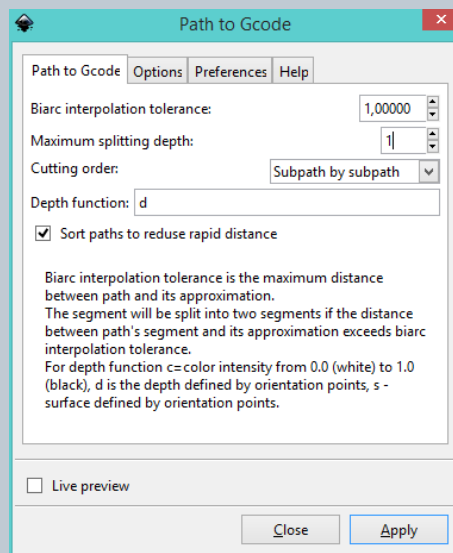

Fig. 64
- Nella prima schermata “Path to GCode” selezionare i valori come da immagine (Fig.64):